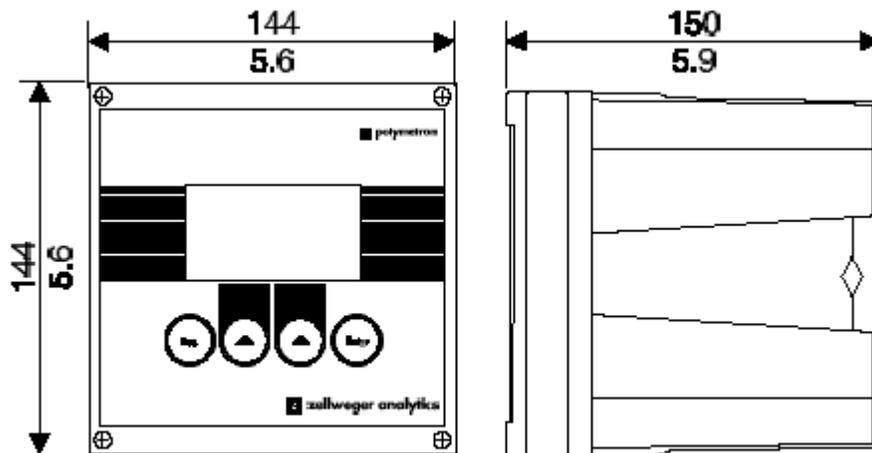

图1 TxPro-2变送器尺寸图
- l 为变送器的开启和维护保留出足够的空间，具体尺寸如图1所示；